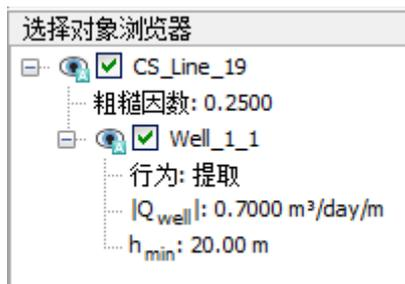

图 2 井属性
- 设置水头高度为 20m 。这意味着，只要地下水水头高于 20m ，水将要被抽走。图 2 显示了选中浏览器中需要为井指定的参数。